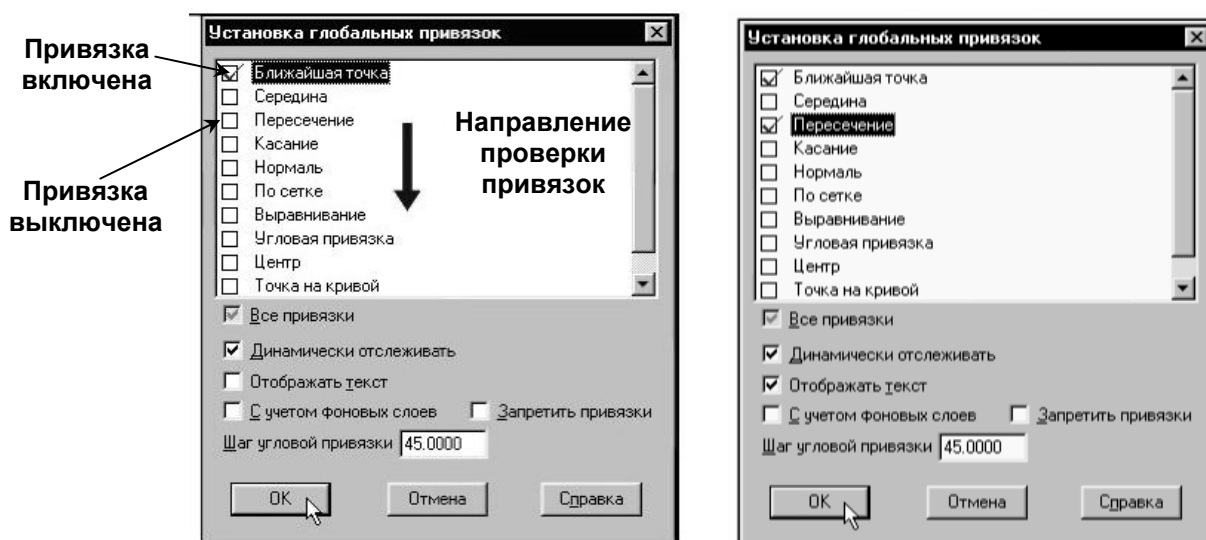

Рис. 1.7. Установка привязок
6. В меню Строка текущего состояния выбрать элемент Привязки и задать привязки: Ближайшая точка, Пересечение, Выравнивание, Центр (рис. 1.7).